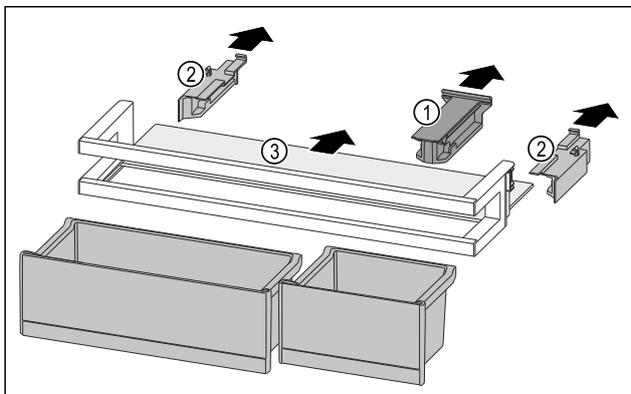

Fig. 117
- Retirer la pièce de retenue Fig. 117 (1).
- Retirer les parties latérales Fig. 117 (2).
- Retirer la tablette de rangement Fig. 117 (3).